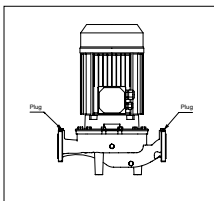

РИС. 4: Для проверки наполнения насоса требуются заглушки
- a) удалите заглушку/шестигранную пробку, расположенную на верху корпуса насоса (РИС. 4);